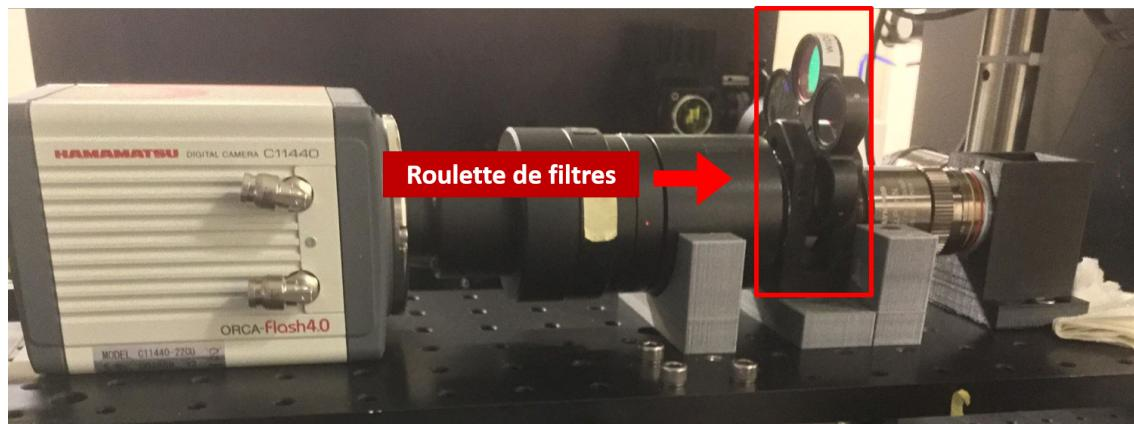

Figure 13 – Roulette de filtres
- Tourner la *roulette de filtres* et sélectionner le *Alexa 594* (voir figure 13).
5. Changer le filtre (voir figure 13) si nécessaire.